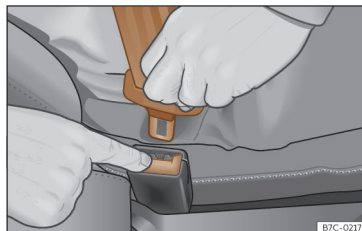

Fig. 20 Soltar la lengüeta del cierre del cinturón.
- Presione la tecla roja en el cierre >>> **fig. 20.** La lengüeta saltará del cierre.